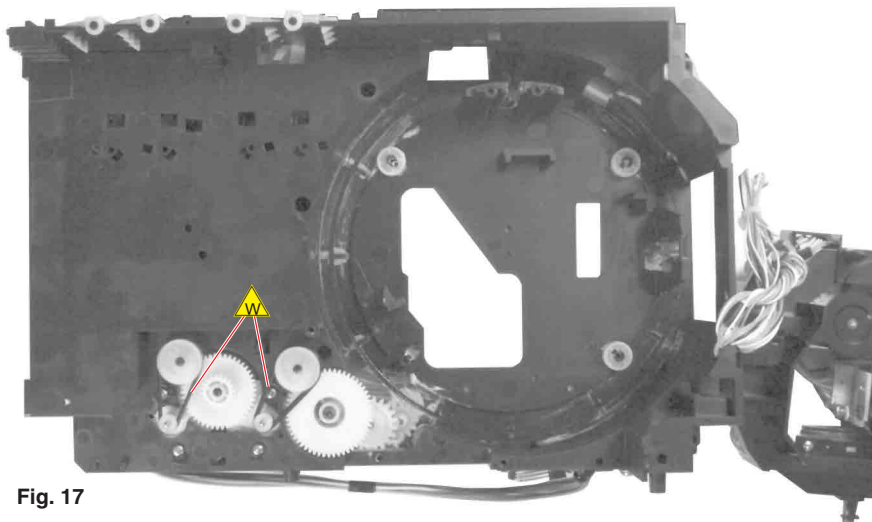

Fig. 17
- Die Antriebsriemen  $\Delta_W$  können nun abgenommen werden (Fig. 17).
- Now the drive belts  $\Delta_W$  can be removed (Fig. 17).